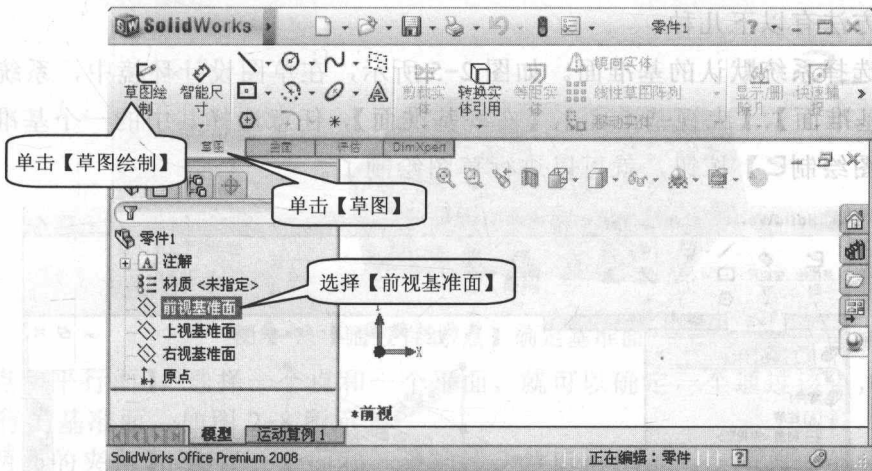

图 2-3 进入草图设计环境的方法
- (3) 进入草图设计环境有两种方法，如图 2-3 所示。